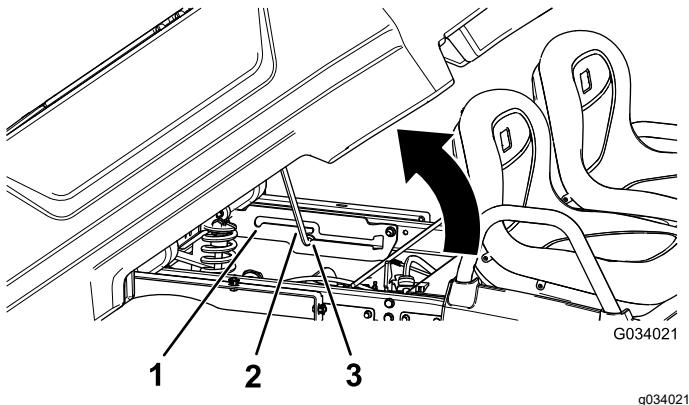

Figura 12
2. Puxe a barra de apoio para a ranhura de bloqueio da posição de descarregar, para fixar a plataforma para descarregar (Figura 12).
2. Retire a barra de apoio da ranhura de bloqueio (Figura 12).